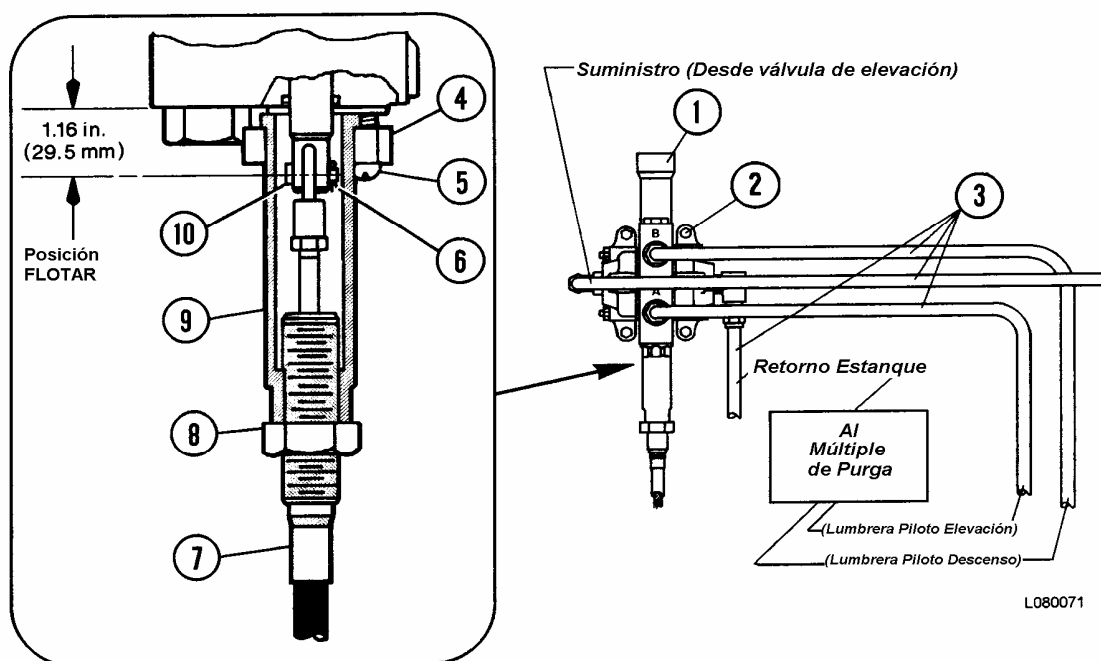

FIGURA 8-12. VALVULA PILOTO DE ELEVACION Y TUBERIA
2. Desconecte las líneas hidráulicas (3, Figura 8-12) en la válvula piloto de elevación (1) ubicada en el gabinete de componentes hidráulicos en la parte posterior de la cabina. Saque los pernos (5).
3. Suelte y destornille la tuerca de bloqueo (8). Destornille la camisa (9) hasta que el pasador de dos patas (6) y el pasador (10) queden expuestos.
5. Saque el accesorio de montaje de la válvula piloto de elevación (2) y saque la válvula del gabinete. Consulte desensamblado de la válvula piloto de elevación para las instrucciones de reparación.
1. Coloque la válvula piloto de elevación (1, Figura 8-12) en la posición en el soporte de montaje. Asegure la válvula en su lugar con accesorios de montaje (2).
2. Coloque las líneas hidráulicas (3) en las lumbreras de la válvula y ensamble los fittings. Apriete muy bien las conexiones de la línea hidráulica.
4. Alinee el ojal del cable de control con el orificio del carrete de la válvula piloto e inserte el pasador (10). Asegure el pasador en su lugar con el pasador de dos patas (6).
5. Atornille la camisa (9) hacia arriba hasta que haga contacto con el cuerpo de la válvula. Mueva la pestaña (4) a su posición y asegure en su lugar con pernos (5).
6. Atornille la tuerca de bloqueo (8) en la camisa. Apriétela muy bien.